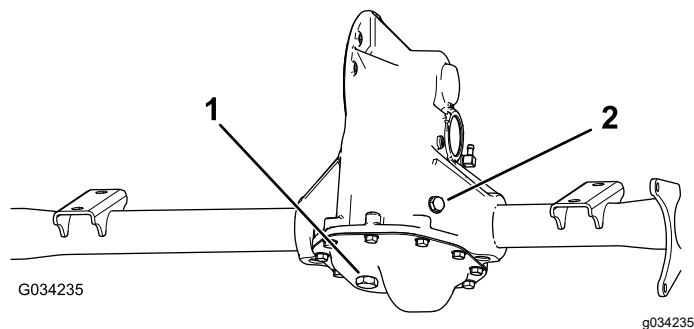

图 49
1. 对齐排放塞下的排放盘图 49。
2. 取下加注塞和密封件图 49。
3. 拔掉排放塞和密封件让液体完全排出图 49。